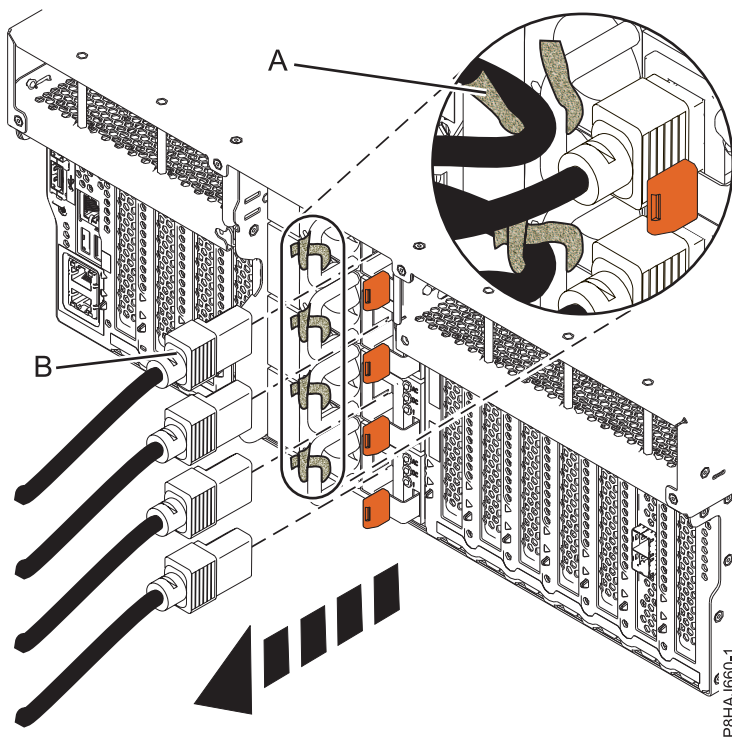
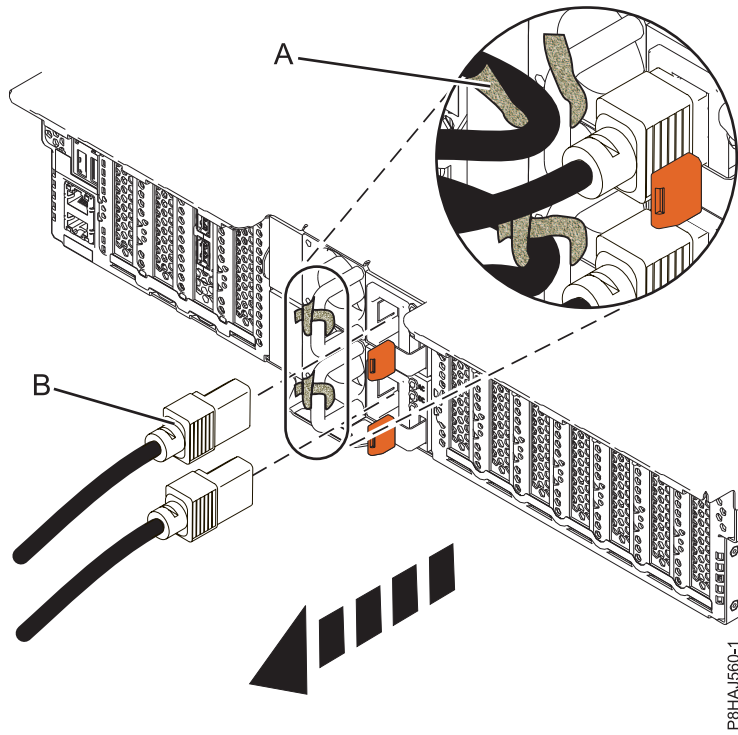
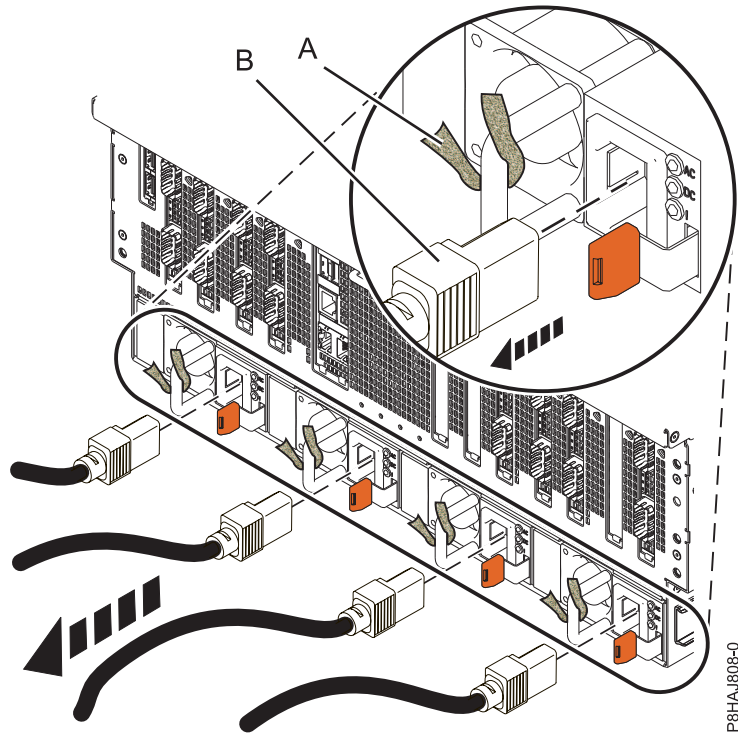

Figura 27. Extracción de los cables de alimentación de un sistema 8247-42L, 8286-41A o 8286-42A
Figura 28. Extracción de los cables de alimentación de un sistema 8247-21L, 8247-22L, o 8284-22A
Figura 29. Extracción de los cables de alimentación de un sistema 8408-E8E
3. Desconecte los cables de alimentación **(B)** de la unidad del sistema. Consulte Figura 27 en la página 54, Figura 28 en la página 55 o Figura 29 en la página 55 según el tipo de sistema.